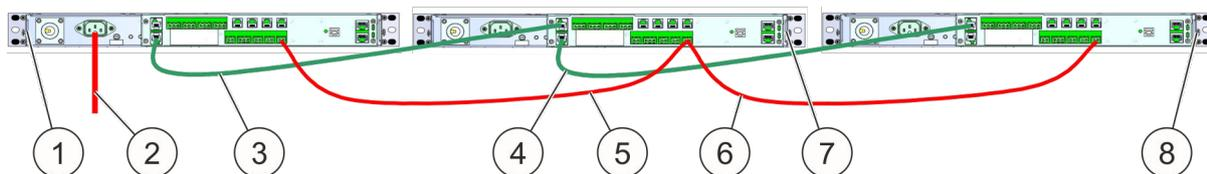

Fig. 46 : Alimentation en énergie et câble de données
1. ➤ Raccorder l'alimentation électrique (Fig. 46 /2) de 100 – 240 V AC au niveau du maître (Fig. 46 /1).
2. ➤ Établir l'alimentation en tension (Fig. 46 /5) entre le maître et le premier esclave (Fig. 46 /7). Voir également ↪ *Chapitre 3.3.7 »Alimentation en tension«* à la page 27.
3. ➤ Établir l'alimentation en tension (Fig. 46 /6) entre le premier esclave et l'esclave suivant (Fig. 46 /8).
5. ➤ Raccorder le câble de raccordement du *bus CAN (maître/esclave)* (Fig. 46 /3) entre le maître et le premier esclave.
6. ➤ Raccorder le câble de raccordement du *bus CAN (maître/esclave)* (Fig. 46 /4) entre le premier esclave et l'esclave suivant.